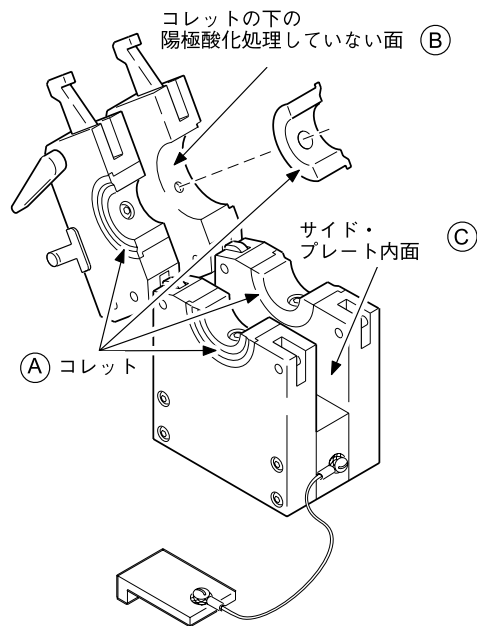

図 27: コレットおよびコレット取り付け面のクリーニングを行う
フィクスチャー・ブロックに汚れ、磨耗、損傷が生じていないか検査します。図 27 をご参照ください。
コレットの検査およびクリーニングを行います。図 27 (A) をご参照ください。
目の細かい研磨パッドを使用して、サイド・プレートの陽極酸化処理していない接合表面から酸化物を取り除きます。図 27 (B) をご参照ください。
清潔な柔らかい布を使用して、サイド・プレートの内面から汚れや酸化物を取り除きます。図 27 (C) をご参照ください。頑固な付着物は、目の細かい研磨パッドを使用して取り除いてください。